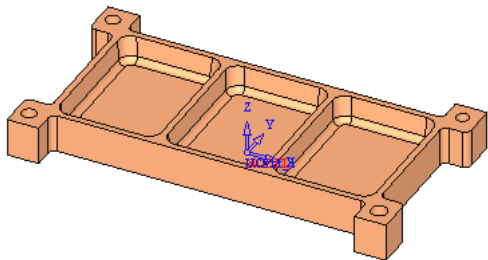

图 5-39 调入模型
2) 调入模型。单击窗口右侧“加工向导”工具栏中的“调入模型”按钮 , 选择“hangkongkuang.elt”（“随书光盘：\Chapter05\5.2\uncompleted\hangkongkuang.elt”）文件，单击“选择”按钮，此时模型会显示在图形区。单击“Feature Guide”对话框中的确定按钮 , 完成模型调入，如图 5-39 所示。